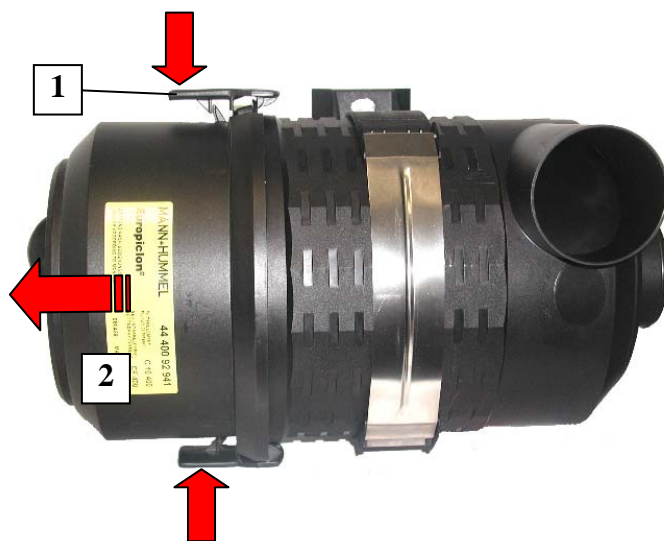

Fig. 4 Togliere la parte inferiore del corpo
- Premendo leggermente sulle alette delle chiusure a serraggio (1) sbloccare la chiusura e rimuovere la parte inferiore del corpo (2) (vedasi Fig. 4).